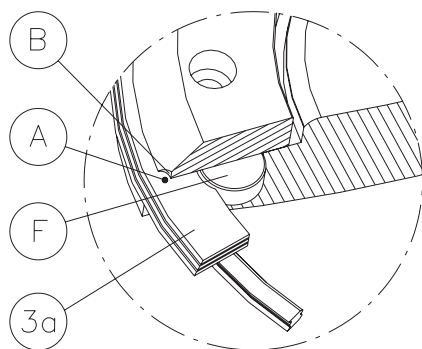
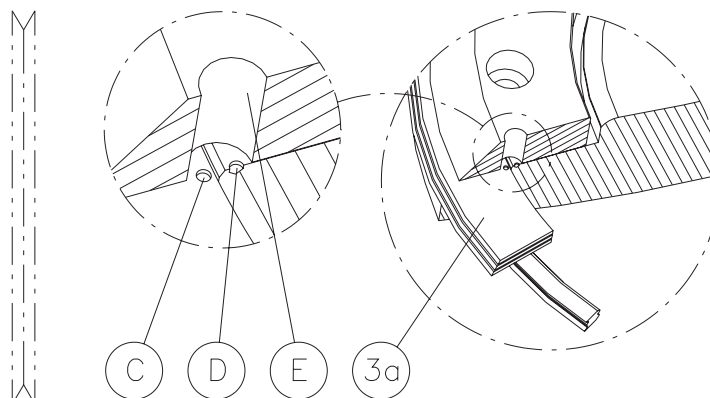

FIGURA NR. 6A
FIGURA NR. 6B
17. Deschideți discul cu câteva grade și strângeți toate șuruburile de la flanșa de strângere (2c), utilizând o cheie dinamometrică. Aplicați o valoare a cuplului de strângere ca în tabelul 3 pentru vane, în conformitate cu soluția 1 (consultați figura nr. 6a). Aplicați în schimb o valoare a cuplului de strângere ca în tabelul 2 pentru vane, în conformitate cu soluția 2 (consultați figura nr. 6b). Se recomandă ca șuruburile de la flanșa de strângere să fie strânse în cruce.
• *Soluția 1 - consultați figura nr. 6a:*
• *Soluția 2 - consultați figura nr. 6b:*